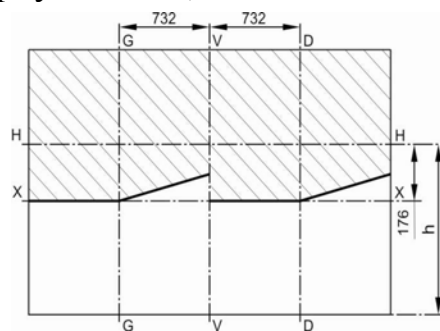

Рис. 8.5. Разметка экрана для регулировки фар:
2. Установить ненагруженный автомобиль на ровную горизонтальную площадку на расстоянии 10 м от экрана (рис. 8.5). Ось автомобиля должна быть перпендикулярна экрану.
6. Включить ближний свет и, закрыв одну из фар, отрегулировать другую регулировочными винтами так, чтобы световое пятно располагалось, как показано на рис. 8.5: